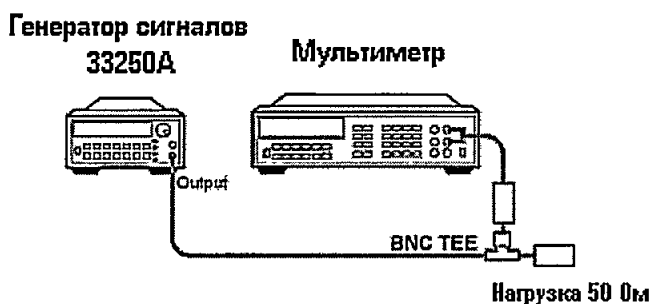

Рисунок 2
7.4.2 Для определения неравномерности АЧХ в диапазоне частот от 3 Гц до 300 кГц используют генератор сигналов произвольной формы 33250А и мультиметр 3458А (рисунок 2). На генераторе установить уровень выходного сигнала минус 10 дБм. Определить и зафиксировать абсолютную погрешность измерений уровня как разность между показаниями мультиметра и значением выходного сигнала генератора на частотах 3, 50, 100 и 500 Гц; 1, 5, 10, 50, 100 и 300 кГц.